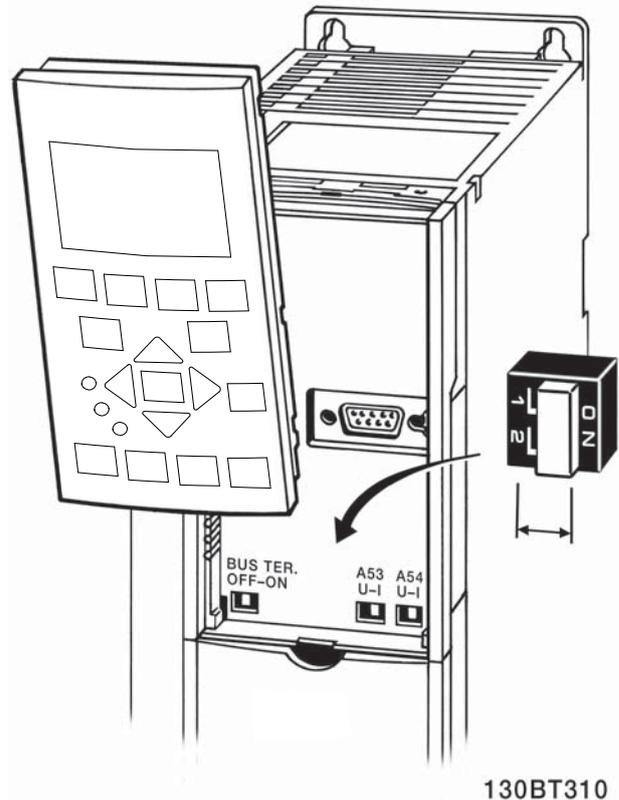

Ilustración 2.23 Ubicación de los interruptores y del interruptor de terminación de bus de los terminales 53 y 54
- Puede accederse a los conmutadores cuando se ha retirado el LCP (véase la *Ilustración 2.23*).